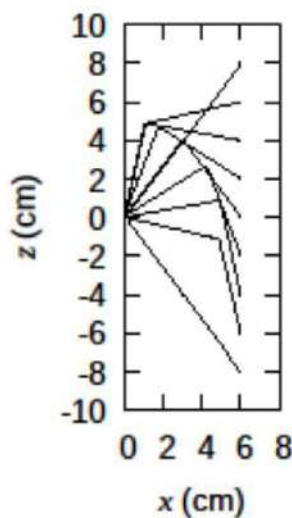
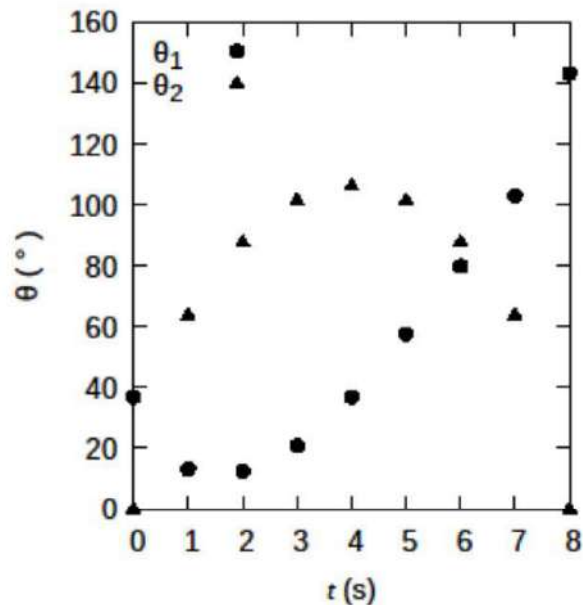

Fig. 2 Configuration of a robot arm
Fig. 3 Angular displacements as a function of time
とリンク 2 の位置と姿勢を **Fig. 2** に示す. 2 リンクロボットアームが 2 通りの姿勢をとれる場合には, 回転角 θ_2 が正となる姿勢を選択するものとする. 時刻 t におけるリンク 1 と 2 の回転角 θ_1 , 回転角 θ_2 を **Fig. 3** に示す. この 2 リンクロボットアームの先端点 P_2 が $(0, 8, 2)$, $(1, 6, 2)$, $(2, 4, 2)$, $(3, 2, 2)$, $(4, 0, 2)$, $(5, -2, 2)$, $(6, -4, 2)$, $(7, -6, 2)$, $(8, -8, 2)$ と移動するとき, リンク 1 とリンク 2 の位置と姿勢を定規とコンパスを用いて実寸大で描け (1 cm の長さのものは 1 cm の長さにして描く). なお作図に使用した補助線は消さずに残しておく. 分度器を用いて回転角 θ_1 と回転角 θ_2 を計測せよ. 1/10 度の精度で測定し, 1/10 の桁を四捨五入した値を計測値とせよ. 例えば, 分度器を用いて 5.8 度と測定された場合には 6 度を計測値とする. 時刻 t を横軸, 回転角度を縦軸にとった図の中に計測した回転角 θ_1 と回転角 θ_2 を記入せよ.
- 1) 横軸と縦軸のなす角は 90 度とし, 横軸と縦軸にラベルと単位をつける. Fig. 3 では横軸に $t(s)$, 縦軸に角 $\theta(^{\circ})$ をつけている.
- 2) 軸に適切な間隔で目盛りをつける. Fig. 3 では, 時刻は 1 秒間隔, 角度は 20 度間隔にとっている.
- 3) ひとつの図に複数の項目の線, 点を記入する場合には, それぞれについての凡例をつける. Fig. 3 では回転角 θ_1 を●, 回転角 θ_2 を▲とし区別をしている.
- 4) キャプション (図の題目) を図の下につける. Fig. 2 では, Fig. 2 Configuration of a robot arm という題目をつけている. なお題目は日本語でよい (例えば, 図 2 ロボットアームの位置